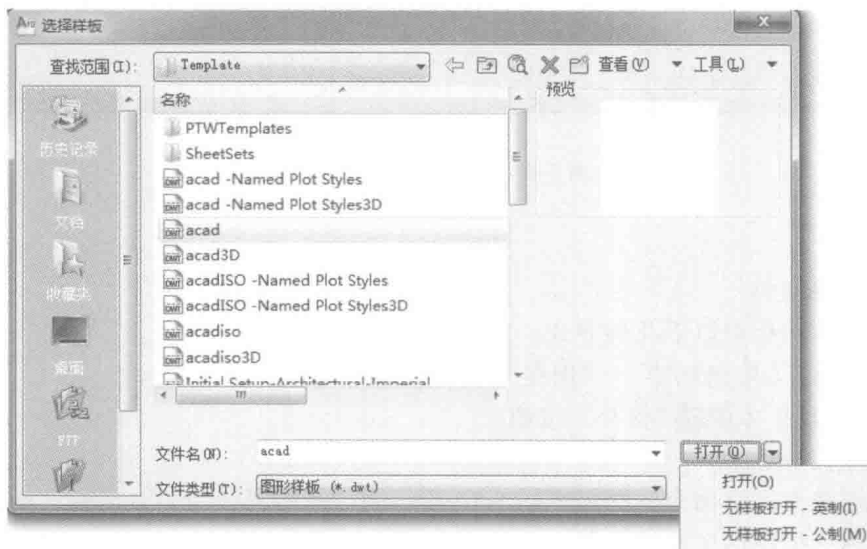

图 1-8 “选择样板”对话框
执行以上任何一种操作，系统弹出“选择样板”对话框，如图 1-8 所示。通过该对话框选择对应的样板后，单击“打开”按钮，就会以相对应的样板为模板建立新图形，或者单击“打开”右侧下拉按钮，选择“无样板打开 - 公制 (M)”。